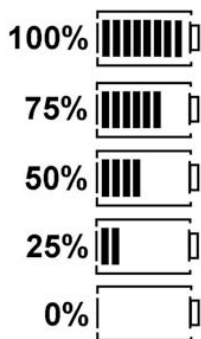

Fig. 6: Estado de carga das pilhas
- 7 Símbolo do TRMS (AC)
O estado atual de carga das pilhas é sempre indicado na tela LCD (fig. 5, pos. 5). O número de barras indica o estado de carga das pilhas em porcentagem (fig. 6).